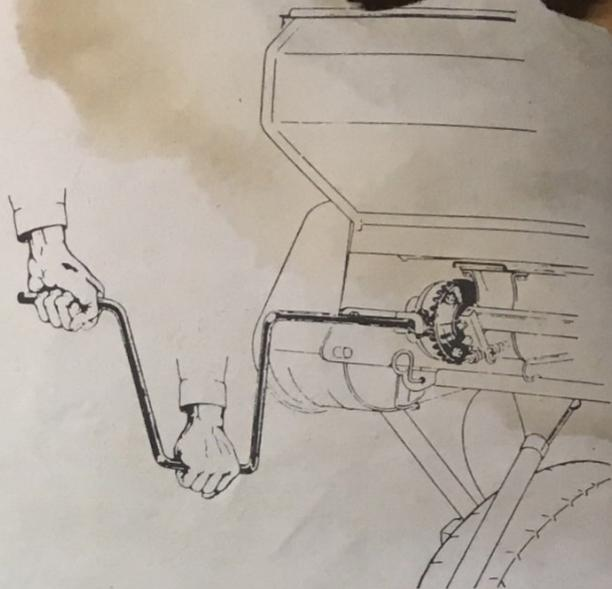

FIG. 5
- 6 - engager la manivelle d'essai dans son logement et effectuer le nombre de tours de manivelle indiqué au tableau de réglage (fig. 5).